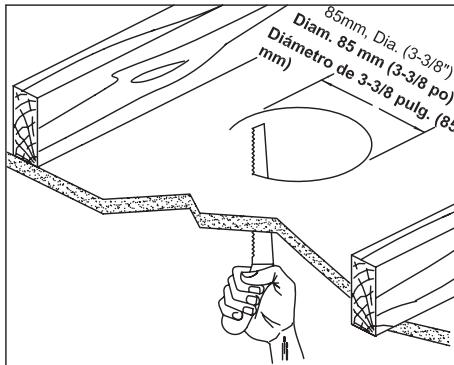

FIG.2
2. Elija el lugar donde instalará la luminaria y corte ahí un orificio de 3- 3/8 pulg. (85 mm) en el techo (Fig. 2). La luminaria viene con una plantilla que le ayudará a cortar el orificio.